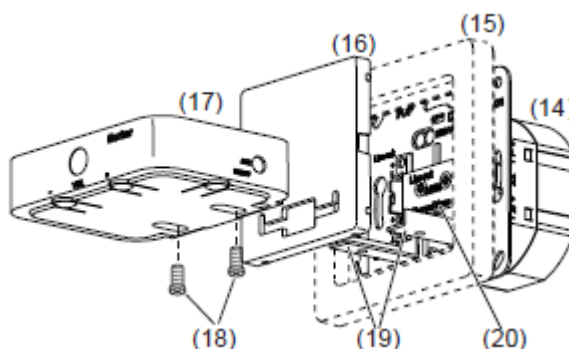

Рис.3: Монтаж
- Поместите вставку (Рис. 3, 14) в правильном положении в подрозетник и закрепите её с помощью саморезов (в комплекте).
- Установите рамку (Рис. 3, 15) соответствующей дизайн-серии и центральную панель док-станции (Рис. 3, 16). Закрепите центральную панель на крепёжном элементе (Рис. 3, 20).
- Закрепите держатель мобильного устройства (Рис. 3, 17) на вставке (Рис. 3, 19) и осторожно вставьте контактные штифты в разъём вставки. При этом, не допускайте сгибания контактных штифтов.
- Окончательно зафиксируйте держатель мобильного устройства на вставке. Фиксация производится в нижней части вставки (Рис. 3, 19) с помощью винтов М3 (в комплекте) (Рис.3, 18).